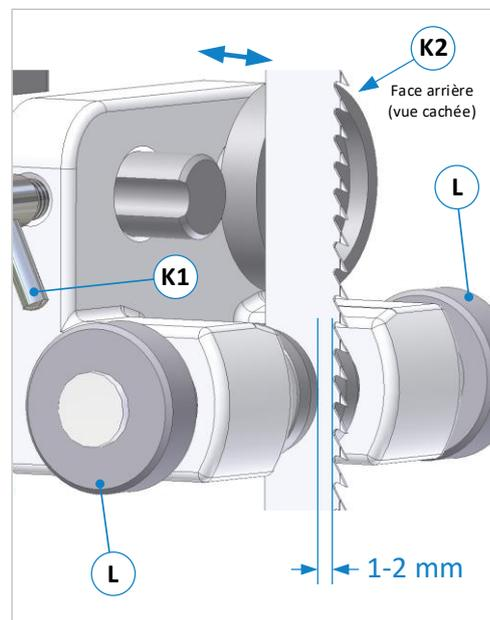

Figure 27 : réglage des guides
- Ajustez les deux rouleaux latéraux avec les manchons de paliers latéraux (L) vers l'extérieur de sorte qu'une nouvelle lame de scie puisse se déplacer librement entre eux.
- Desserrer la vis à garrot (K1) et régler l'ensemble du guide sur le tourillon porteur (B) en le déplaçant de sorte que les bords avant des galets latéraux se situent à environ 1 à 2 mm derrière la base des dents de la lame de scie (voir ⇨ Figure 27).